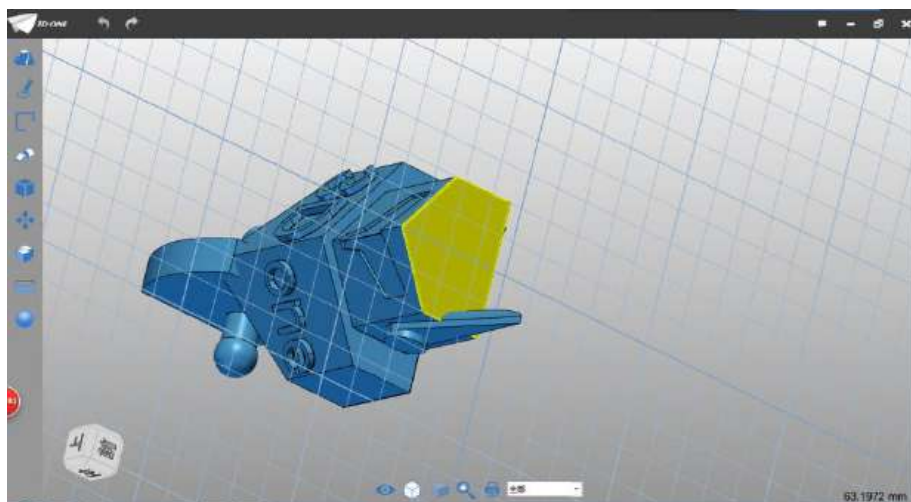

图 2-23
Step 23 选择直线命令，绘制平面如下图 2-23 所示。